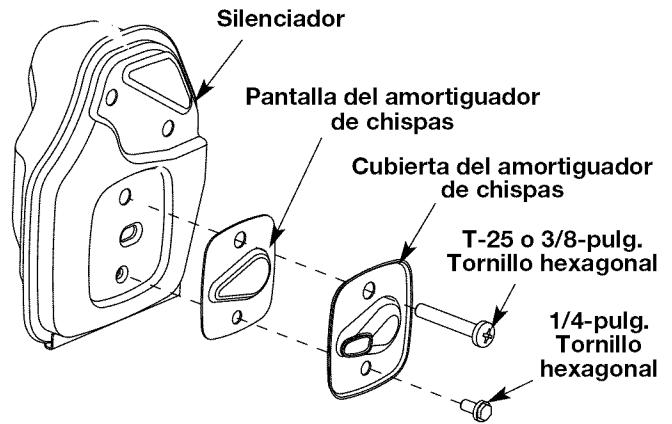

Fig. 34
2. Con un 3/8 pulg. llave hexagonal o un pedacito Torx T-25 y un 1/4 pulg. llave hexagonal, quite los tornillos que unen el desviador de los pararrayos de la chispa al silenciador (Fig. 34).